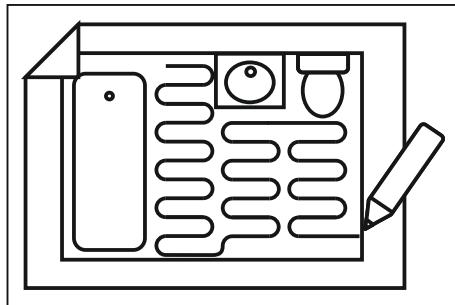

Рис. 2 – Составление плана укладки
- Сделать план раскладки матта, заполнив бланк схемы монтажа (рис. 2). Расстояние между нагревательным матом и стеной должно быть не менее 10 см. Расстояние между нагревательными приборами и матом должно быть не менее 30 см.